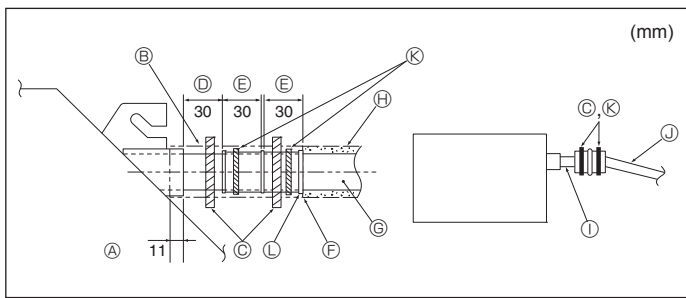

Fig. 6-2
1. Συνδέστε τον ακροσύνδεσμο αποχέτευσης (που παρέχεται μαζί με τη μονάδα) στο άνοιγμα αποστράγγισης. (Fig. 6-2)